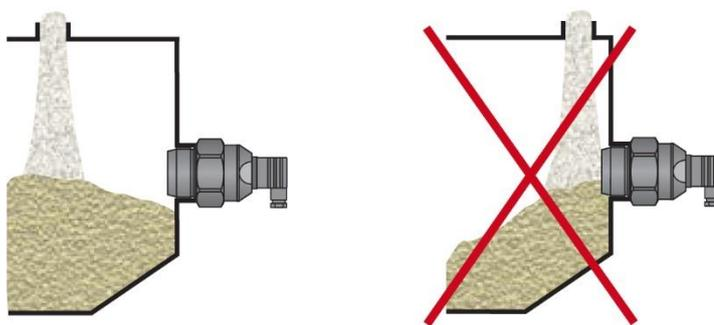

Рис. 5: Расположение впускного отверстия
- Расположение впускного отверстия необходимо выбрать так, чтобы поток материала впоследствии не попал на считывающую поверхность датчика. Это могло бы приводить к ложному срабатыванию (блокировке) датчика (рис. 5).